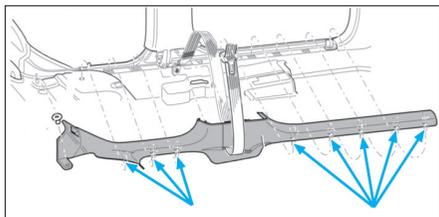

Fig. 21
- Dégrafer (flèche) délicatement la garniture de seuil de porte (Fig.21).